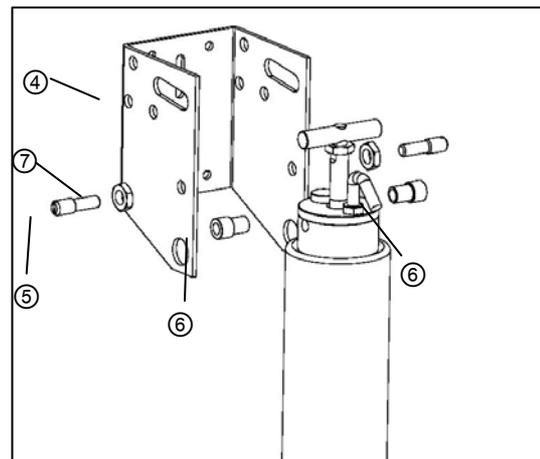

Bild 7
2. Öffner mit den Gewindestiften ⑤ in der Öffnerhalterung ④ befestigen. Das Kabel muss in den Innenraum zeigen. Die Gewindestifte ⑤ so einstellen, dass der Öffner mittig sitzt und sich leicht schwenken lässt. Dann die Muttern ⑦ aufschrauben und mit den Muttern ⑦ die Gewindestifte ⑤ gegenüber der Öffnerhalterung ④ kontern (*Bild 7*).